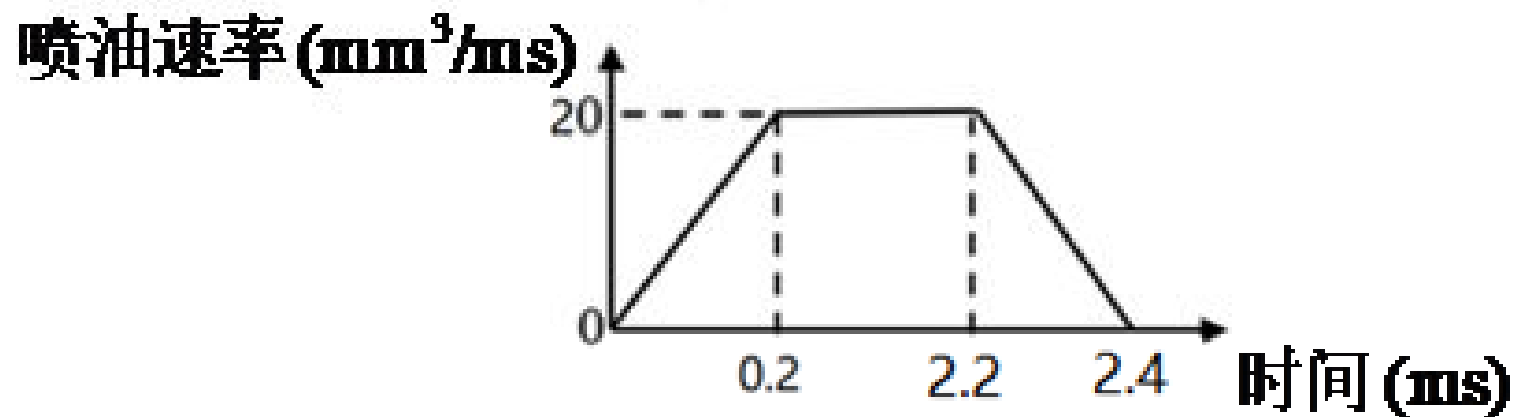

图2 喷油速率示意图
□问题1. 某型号高压油管的内腔长度为500mm，内直径为10mm，供油入口A处小孔的直径为1.4mm，通过单向阀开关控制供油时间的长短，单向阀每打开一次后就要关闭10ms。喷油器每秒工作10次，每次工作时喷油时间为2.4ms，喷油器工作时从喷油嘴B处向外喷油的速率如图2所示。高压油泵在入口A处提供的压力恒为160 MPa，高压油管内的初始压力为100 MPa。